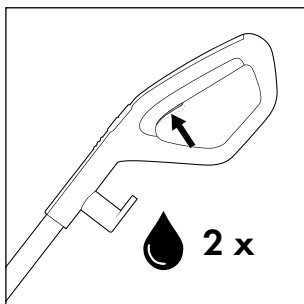

Afb. 16
- ♦ Wikkel het snoer **17** helemaal van de bovenste en onderste kabelhouder **16/20** af. U kunt het snoer **17** snel van de kabelhouders **16/20** afwikkelen als u de bovenste kabelhouder **16** iets naar buiten trekt en omlaag draait (zie afb. 16).